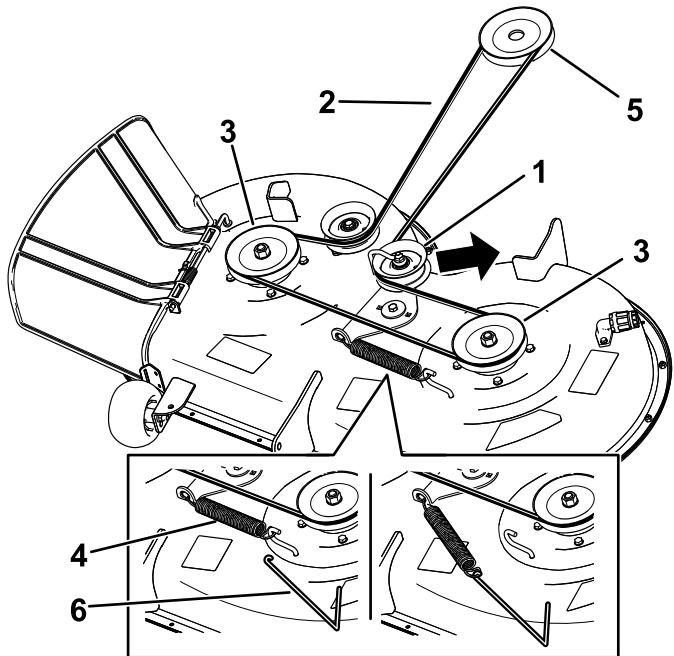

Figura 54
6. Utilize um removedor de molas (Peça Toro n.º 92-5771) para remover a mola intermédia do gancho da plataforma para retirar tensão da polia intermédia e rode a correia para fora das polias (Figura 54).
- 7. Coloque a nova correia em redor da polia do motor e nas polias do cortador (Figura 54).
- 8. Utilizando um removedor de molas (peça Toro n.º 92-5771), instale a mola intermédia por cima do gancho da plataforma para colocar tensão na polia intermédia e na correia do cortador (Figura 54).